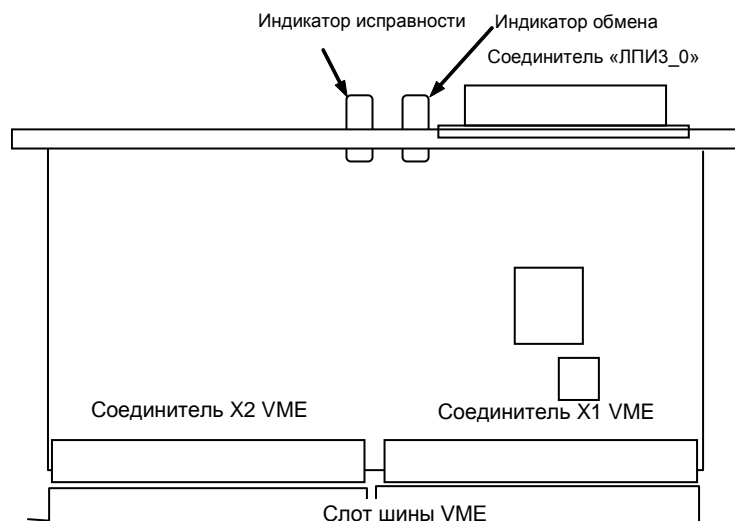
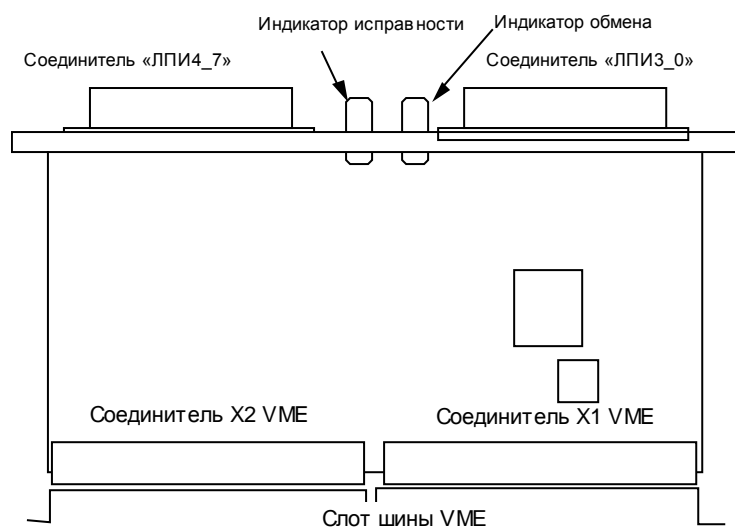

Рисунок 3. Внешний вид и способ установки УСМК 9V
Рисунок 4. Внешний вид и способ установки УСМК 9V-8
- 2) установить устройство в свободный слот VME компьютера в соответствии с ЭД на компьютер (Рисунок 3, Рисунок 4);